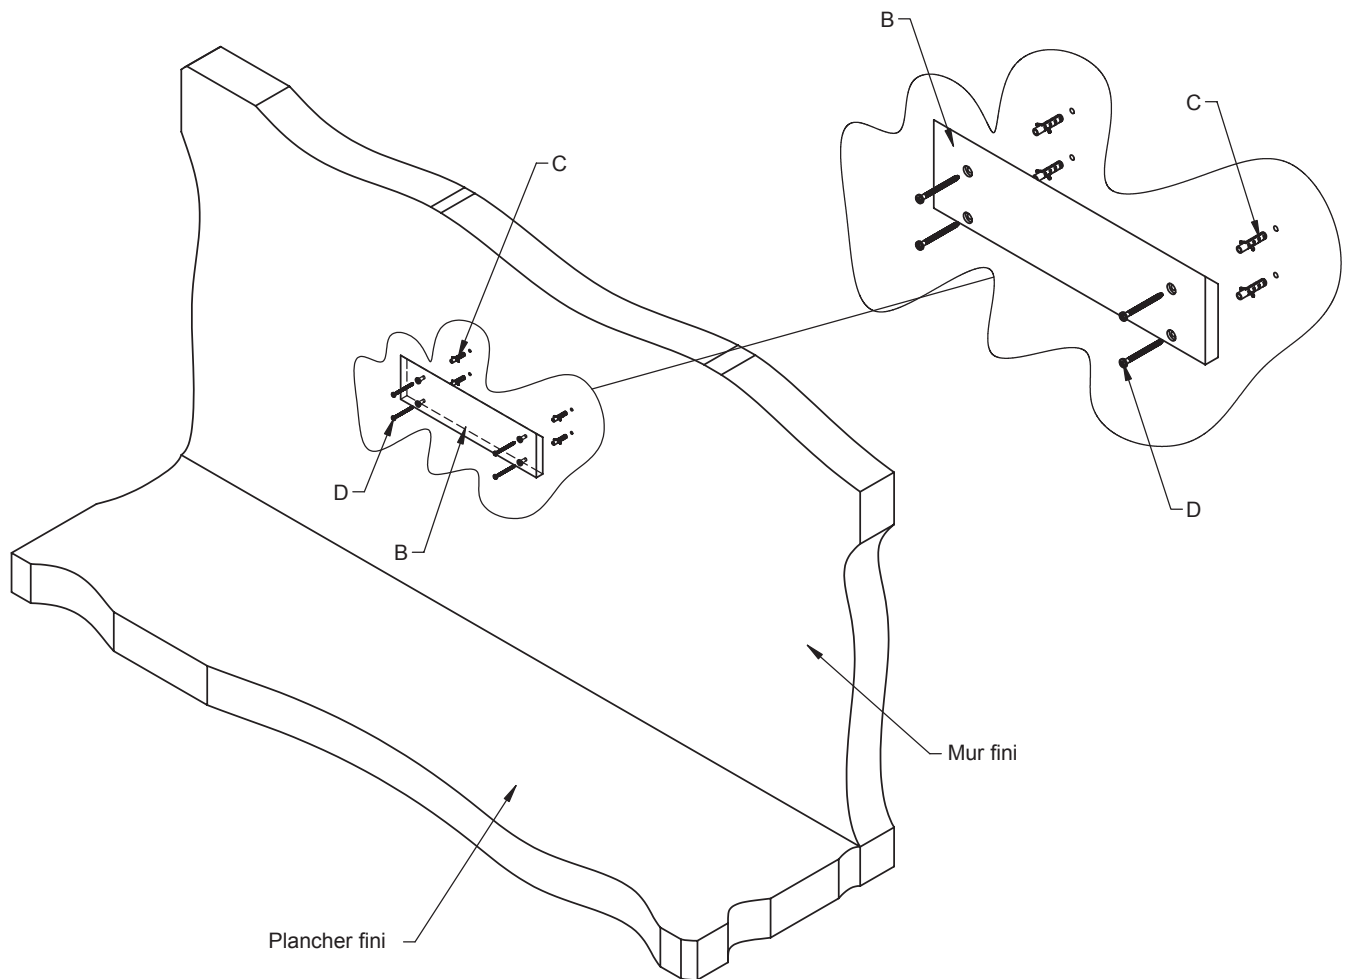

Figure 2
- o Percez les trous dans le mur, à l'endroit où vous avez tracé les marques, puis insérez les **ancrages (C)**.
- o Fixez le **support mural en bois (B)** au mur à l'aide des **vis murales (D)**.
- o Reportez-vous à la **figure 2**.